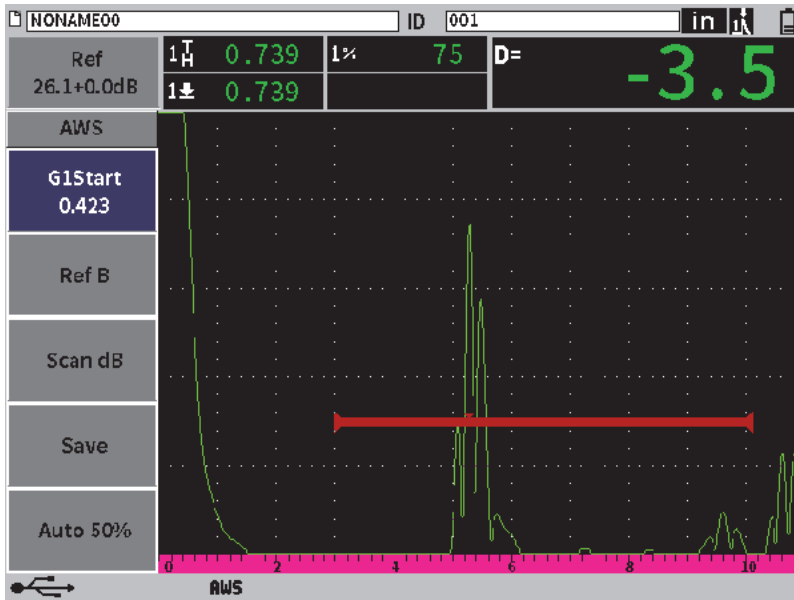

Abbildung 11-27 Aktivierter AWS-Modus mit D-Einstufung
Nachdem der Wert **Ref. B** gespeichert wurde, zeigt das Gerät eine Live Einstufung (D) von jeder Indikation in einer Blende an (siehe Abbildung 11-27 auf Seite 212). Dieser Live D-Wert, der die Einstufung der Fehlerindikation gemäß der veröffentlichten Tabellen „AWS Acceptance - Rejection Criteria“ darstellt, wird im Messwertfeld 5 (standardmäßig) angezeigt. Sie können die Anzeige dieses Messwerts auch in einem anderen Feld der fünf Felder einstellen. Für Einzelheiten zur Anzeige und Änderung der Messwertanzeige siehe „Messung“ auf Seite 64.